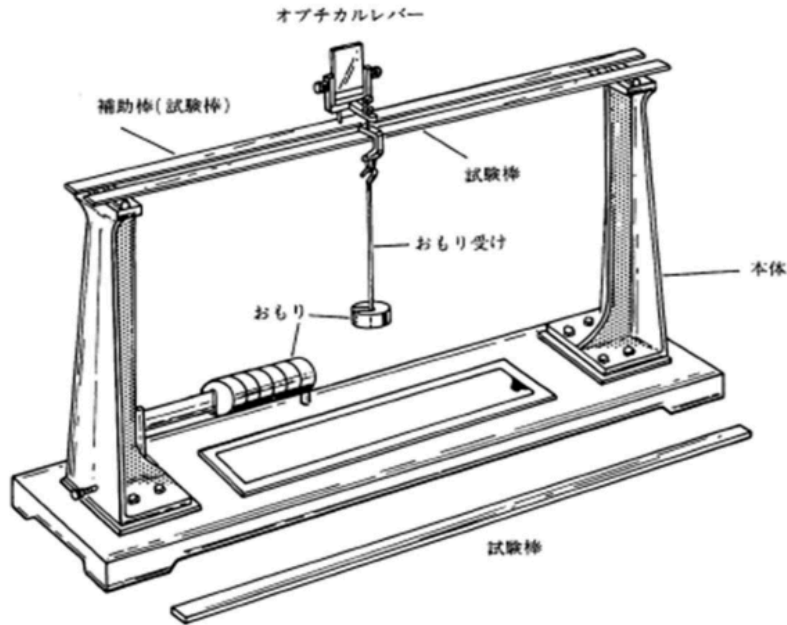

Fig. 3: 装置の概略図[1]
- たわみ弾性率測定装置 Fig. 3
- Fig. 3 のように, 試料棒と補助棒を支持のうえにおき, 中央に鏡と重りを置く.